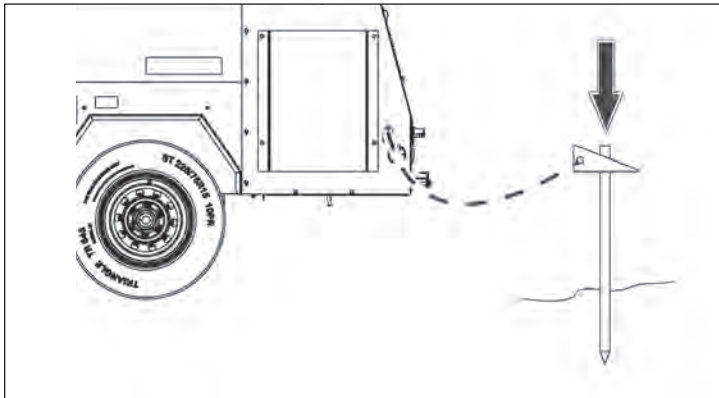

Figure 15
3. Trouver la cosse de terre à l'arrière gauche du châssis de l'unité mobile. Voir Figure 15. Repérer un point sur le sol pas plus que 5 pieds (1,5 m) de la cosse de terre. Enfoncer le piquet de terre dans la terre à ce point.